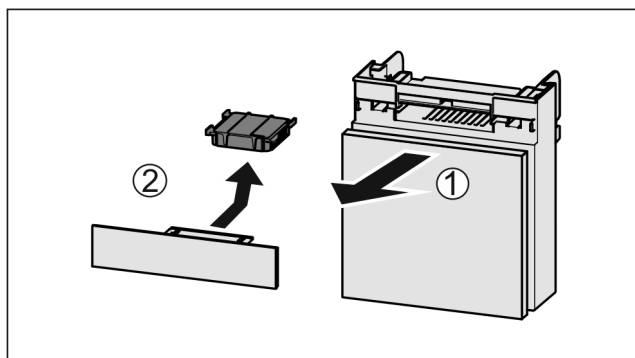

Fig. 52
- ▶ Lade vanaf de voorkant eruit trekken Fig. 52 (1).
- ▶ Actiefkoolfilter verwijderen Fig. 52 (2).